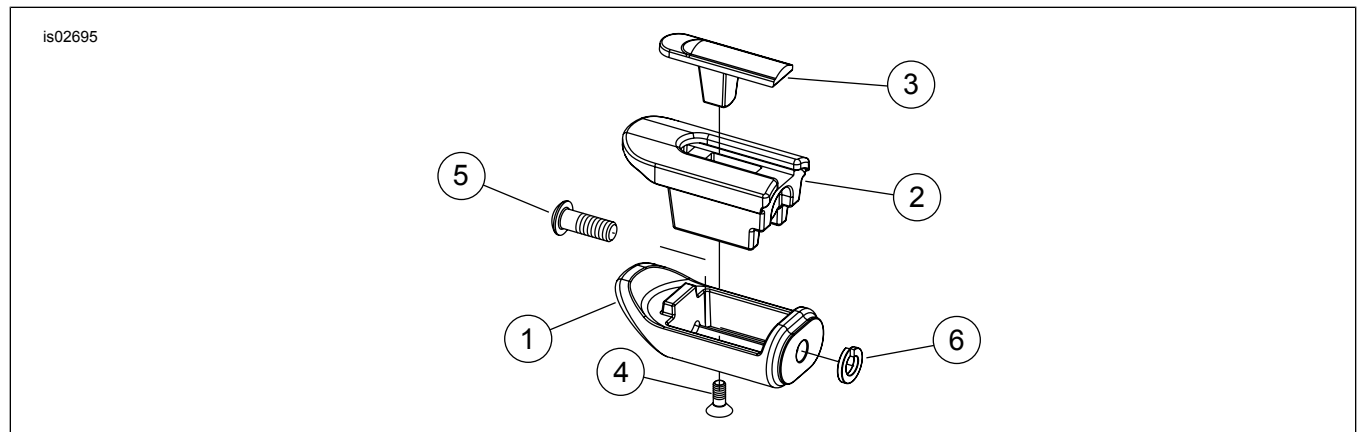

Abbildung 1. Ersatzteile: Mittellinien-Schaltstangenzapfensatz
Siehe Abbildung 1 und Tabelle 1.
2. Siehe Abbildung 1. An der **neuen** Schaltstangenzapfen-Baugruppe die Flachkopfschraube Größe 10-32 (4), die Abdeckung (3) und die Gummieinlage von dem Pedal (1) abnehmen.
Siehe Abbildung 1. Beim Anbringen des Schaltstangenzapfen-Pedals (1) am Gangschalthebel muss die Sicherungsscheibe (6) zwischen dem Pedal und dem Schalthebel montiert werden.
3. Mit der Schraube (5) und der Sicherungsscheibe (6), das Pedal (1) am Gangschalthebel anbringen. Die Schraube auf ein Drehmoment von 15–20 N·m (11–15 ft·lb) anziehen.
4. Die Schaltstangenzapfen-Abdeckung (3) in die Gummieinlage (2) einsetzen und beide in das Pedal (1) einfügen. Von der Unterseite her die Schraube (4) in die Abdeckung eindrehen und mit 1,6–2,8 N·m (15–25 in·lb) anziehen.